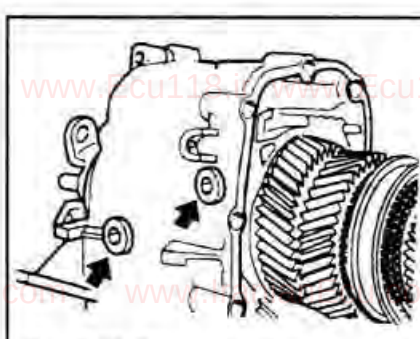

Рис. 5-10. Стрелками показаны оси вилок переключения передач с правой стороны задней крышки
- Вывернуть оси вилки переключения передач с правой стороны задней крышки (рис. 5-10).